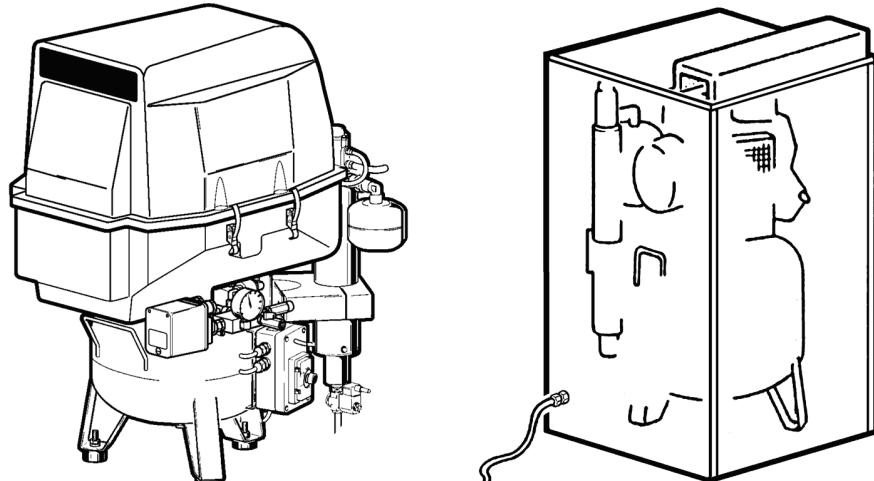

Рис. 3. Звукоизолирующие кожухи для компрессоров
Что касается уровня шума, компрессор может быть снабжен пластиковым корпусом или звукоглощающим кожухом (см. рис. 3), позволяющими понизить уровень шума на 10 и 20 дБ (A) соответственно. **Используйте только фирменные корпуса и звукоизолирующие кожухи предприятия-изготовителя; на компрессоры, оснащенные другими шумопоглощающими устройствами, гарантия не распространяется.** Фирменные корпуса и звукоизолирующие кожухи не только эстетическое усовершенствование или шумопонижающие устройства: они также представляют собой защиту от взрыва и возгорания, возможность возникновения которых чрезвычайно мала, но полностью ее исключить невозможно.